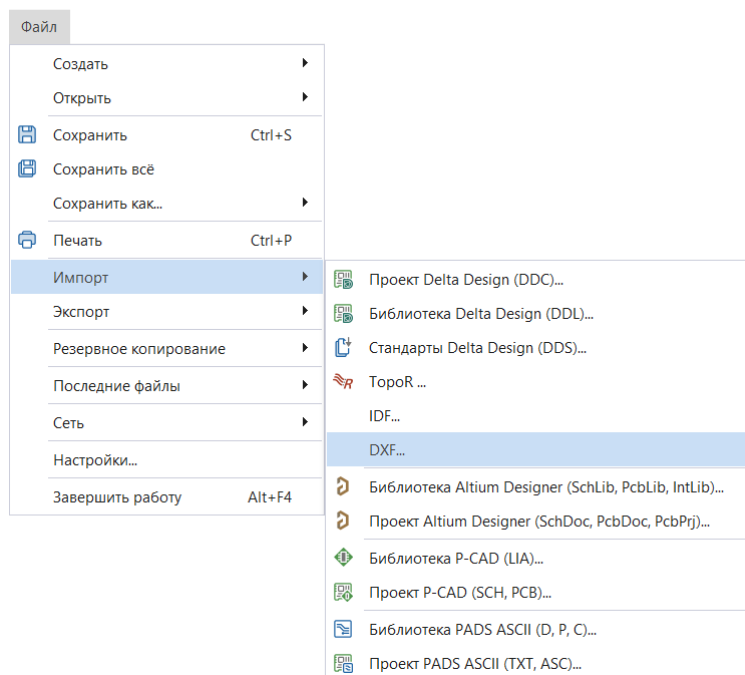

Рис. 41 Вызов импорта из главного меню
2. Используйте раздел «Файл» главного меню → «Импорт» → «DXF», см. Рис. 41.